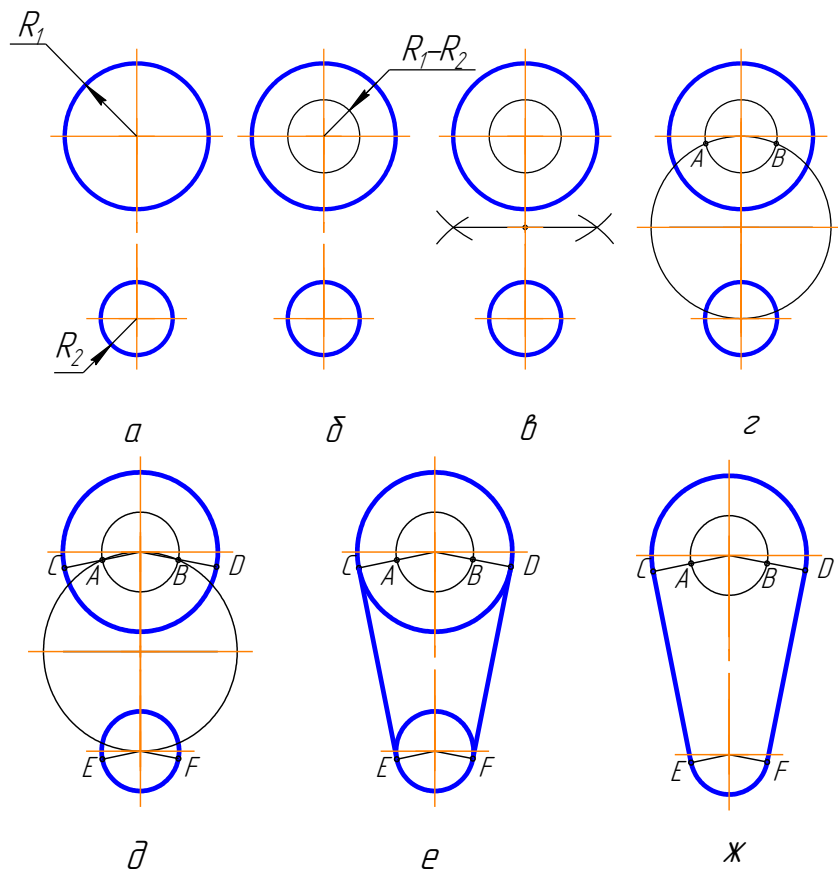

Рисунок 3.16 – Построение внешней касательной к двум окружностям:
Последовательность построения внешней касательной к двум окружностям (рисунок 3.16):
1. Из центра большей заданной окружности проводим окружность радиусом равным, $R_1 - R_2$ (рисунок 3.16 б);
2. Через середину расстояния между центрами заданных окружностей проводим окружность радиусом, равным половине расстояния между этими окружностями (рисунок 3.16 в, г);
3. Находим точки пересечения этих окружностей A и B (рисунок 3.16 г);
4. Через центр заданной большей окружности и точки A и B проводим линии до окружности большего радиуса. Получаем точки C и D (рисунок 3.16 д);
5. Из центра меньшей окружности проводим прямые, параллельные прямым, построенным в пункте 4, получаем точки E и F (рисунок 3.16 д);
6. Точки C, E и точки D, F соединяем прямыми. Они расположены касательно к заданным окружностям (рисунок 3.16 е).